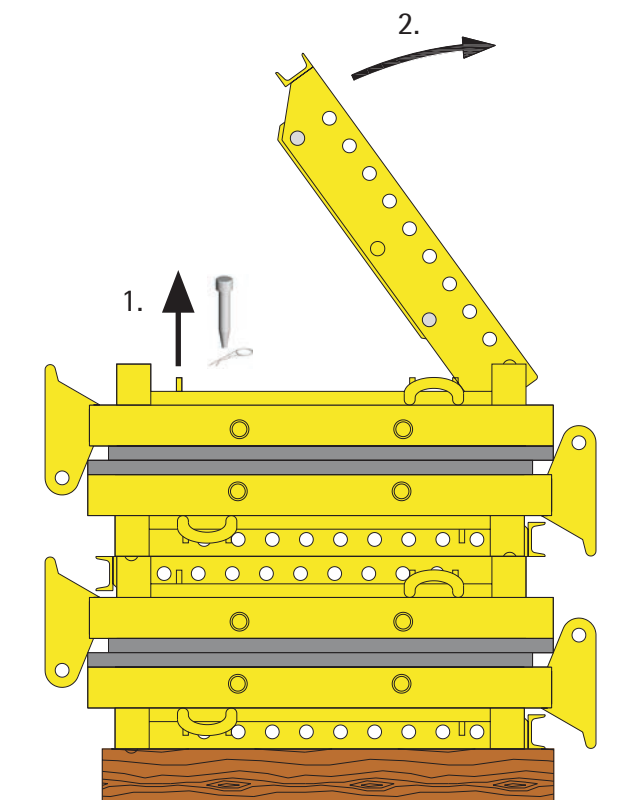

Abb.6
1. Gripbolzen (Sicherungsbolzen) und Federstecker am liegenden Element ziehen (Abb. 6).
2. Lochleiste um 90° nach oben klappen (Abb. 6).